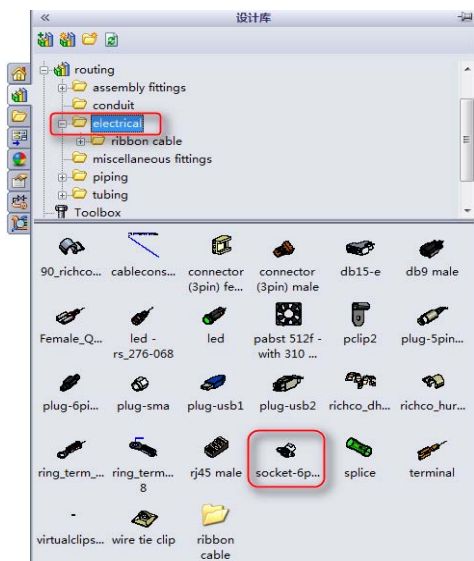
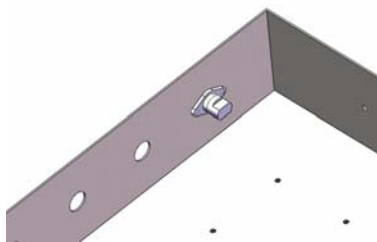
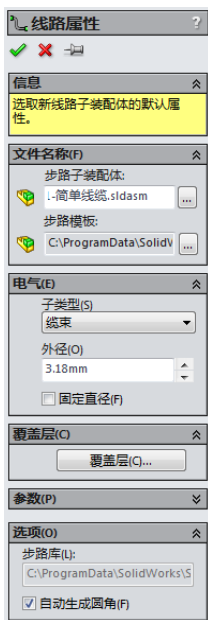

图 18-5 步路设计库
图 18-6 旋转视图
图 18-7 “线路属性”属性面板
① 单击“线路”工具栏中的“电气”按钮，打开“电气”工具栏。然后单击“电气”工具栏中的“通过拖/放来开始”按钮，此时右侧会弹出设计库，浏览到步路库中的electrical 电气文件夹，如图 18-5 所示。
② 移动并旋转视图到图 18-6 所示的位置，查看左侧壁中的孔。
③ 从步路库中的电气文件夹中选取 socket-6pinmindin。如图 18-5 所示，将接头拖动到装配体中并将之与左侧面上的最右侧孔进行配合，如图 18-6 所示。系统弹出图 18-7 所示的“线路属性”属性面板。